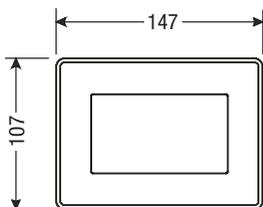
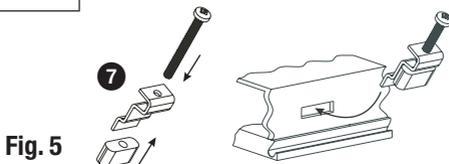

Fig. 3
Fig. 5
- Schneiden Sie die Schaltschranktür entsprechend **Fig. 3** und **4** aus.
- Schieben Sie das Bedien- und Anzeigerät in den Türausschnitt. Achten Sie dabei auf den richtigen Sitz der Dichtung **⑥**.
- Verschrauben Sie die Schrauben Fig. 5 bis die Ecken des Rahmens auf der Schaltschranktür aufliegen.